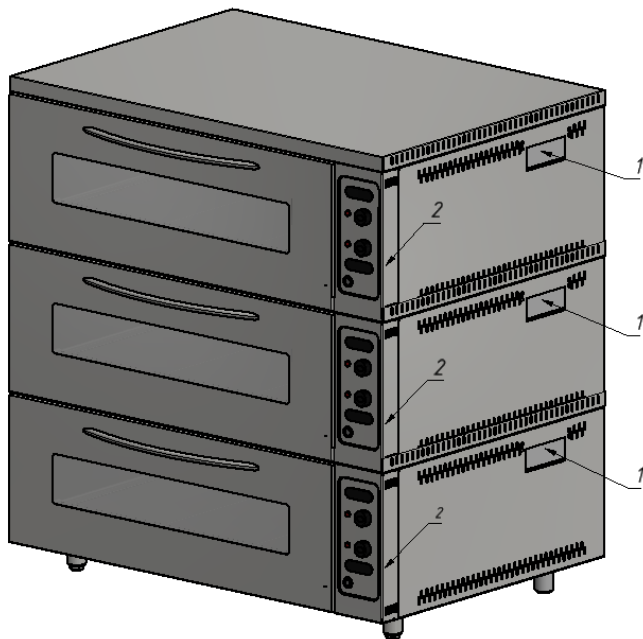

Рис. 1
- Если в данном исполнении установлены электронные терморегуляторы (рис. 1, поз. 2) и режим увлажнения, то при необходимости можно залить в систему пароувлажнения не более 200мл. воды, также установлены шторки для предотвращения попадания мусора и засорению трубки подачи воды.